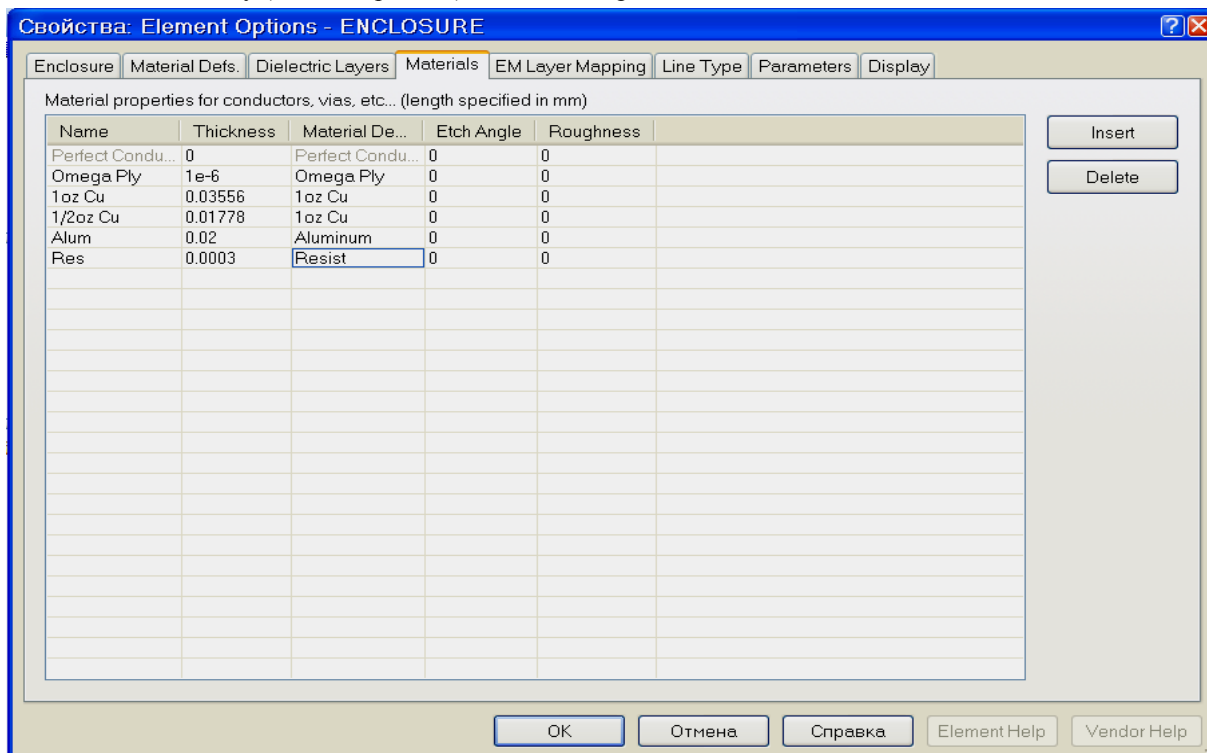

Рис. 6.55
- На вкладке **Materials** щёлкните мышкой по кнопке **Insert**. В столбце **Name** замените появившееся имя **Trace1** на **Alum**, в столбце **Thickness** введите **0.02**, в столбце **Material Definition** введите **Aluminum**, щёлкнув мышкой по этому полю. Снова щёлкните мышкой по кнопке **Insert**. В столбце **Name** введите имя материала **Res**, в столбце **Thickness** введите **0.0003**, в столбце **Material Definition** введите **Resist**, щёлкнув мышкой по этому полю. Вкладка **Materials** будет выглядеть, как показано на рис. 6.55. Нажмите **OK**.